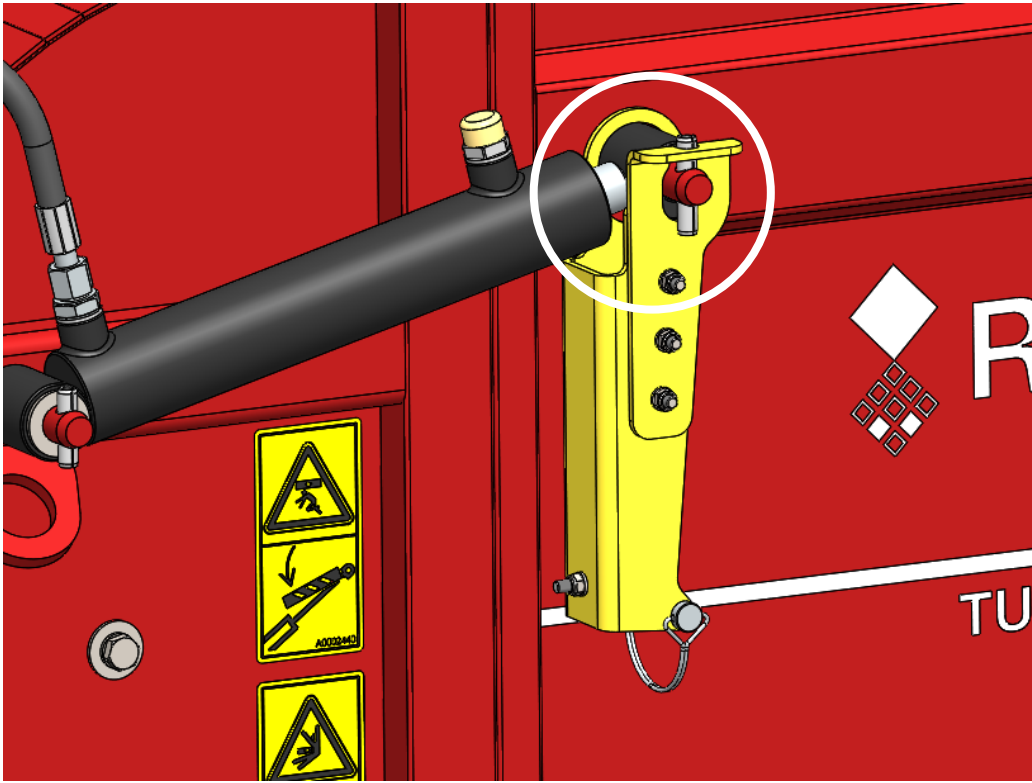

Abb. 14
12. Entriegeln Sie die Zylinderschlösser und drehen Sie sie zurück in die Arbeitsposition. Vergewissern Sie sich, dass das Schloss durch den Stift gesichert ist (Abb. 14).